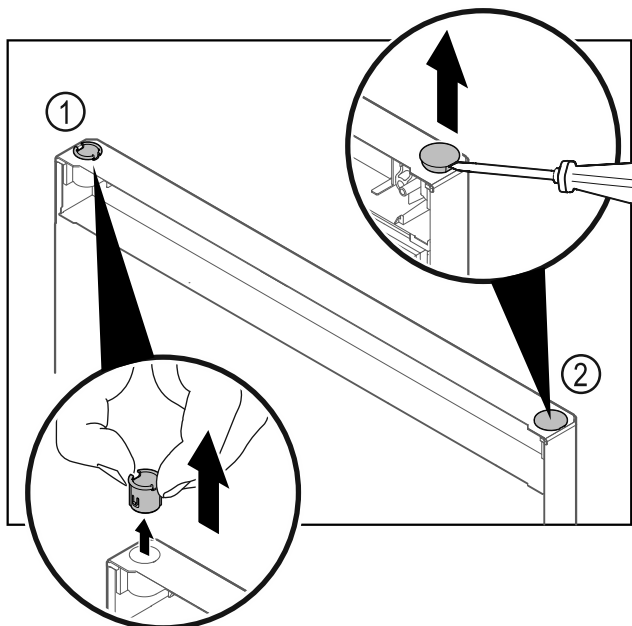

Fig. 27
- Húzza ki az ujjával a csuklópánt-perselyt Fig. 27 (1).
- A fedődugót Fig. 27 (2) egy lapos csavarhúzóval óvatosan emelje meg és húzza ki.